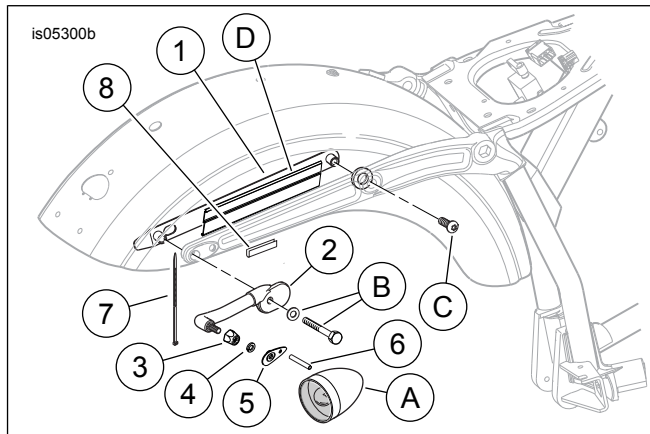

Figura 4. Piezas de servicio: Kit de reubicación de las señales de giro traseras Dyna
Vea Figura 4 y Tabla 1.
1. **Para la instalación del neumático ancho:** Vea Figura 4. Corte dos pedazos del tubo de contracción (6) en dos pedazos del mismo tamaño. **Para todos los demás modelos:** Vea Figura 4. Corte un pedazo del tubo de contracción (6) en dos pedazos del mismo tamaño.